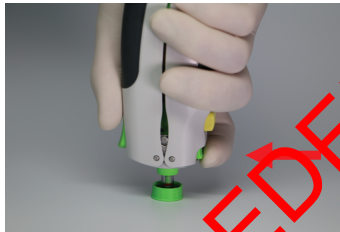

Abbildung 12
- a) Entfernen Sie die Spritze aus dem Injektionsapparat, indem Sie die Auswerftaste drücken, wie in Abbildung 12 gezeigt.